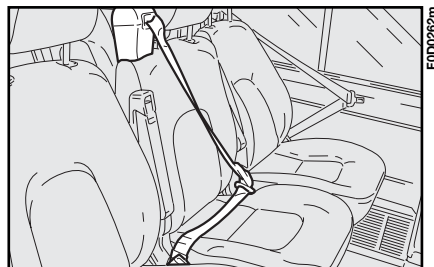

fig. 12
- **fig. 12** posto centrale prima fila